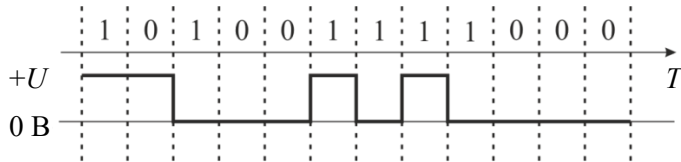

Рис.5. Вариант № 1 правил формирования сигнала NRZI-кода
- при поступлении логического «0» уровень напряжения в линии связи постоянный (рис.5).